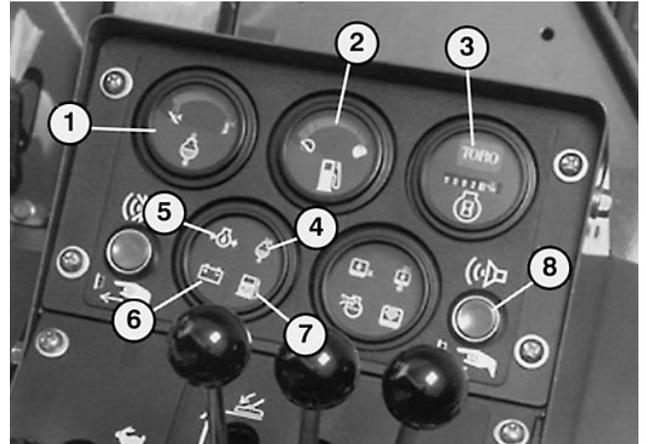

Figure 13
**Interrupteur de contrôle des témoins lumineux** (Fig. 13)—Appuyer sur ce bouton avant d'utiliser la machine. Tous les témoins du tableau de bord doivent s'allumer. Tout témoin éteint signale un défaut électrique devant être immédiatement réparé.
**Indicateur de basse pression d'huile** (Fig. 13)—Une pression dangereusement basse est indiquée par un témoin lumineux et un signal sonore. Dans ce cas, arrêter immédiatement le moteur pour éviter de l'endommager.
**Indicateur de batteries déchargées** (Fig. 13)—Un témoin lumineux et un signal sonore indiquent que les batteries sont déchargées.
**Indicateur du circuit d'alimentation** (Fig. 13)—Un témoin lumineux et un signal sonore indiquent la présence d'eau dans le carburant et la nécessité d'un entretien.
**Indicateur de surchauffe du liquide de refroidissement** (Fig. 13)—Une température du liquide de refroidissement de plus de 101°C est indiquée par un témoin lumineux et un signal sonore. Dans ce cas, le moteur s'arrête automatiquement. Le commutateur est automatiquement réarmé lorsque le circuit et le moteur ont refroidi.
**Compteur horaire** (Fig. 13)—Il enregistre le nombre d'heures de fonctionnement du moteur, ce qui est utile pour déterminer la fréquence des entretiens et graissages.
**Thermomètre du liquide de refroidissement** (Fig. 13)—Il indique la température du liquide de refroidissement.
**Jauge de carburant** (Fig. 13)—Elle indique la quantité de carburant dans le réservoir.